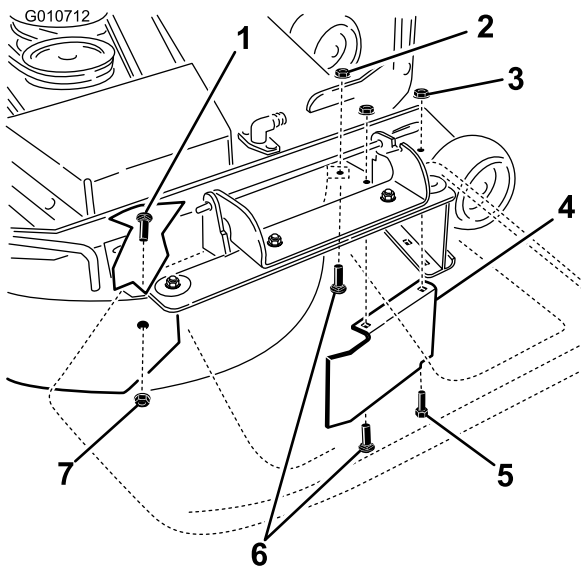

Bild 34
9. Entfernen Sie die Schlossschraube (5/16" x 3/4") und die Sicherungsmutter (5/16") an der Rückwand des Mähwerks, mit denen das Ablenkblech am Mähwerk befestigt ist (**Bild 34**).
13. Bringen Sie die Befestigungen an, die Sie vorher aus den vorderen Löchern in der Auswurfplatte und dem vorderen Loch am Mähwerk entfernt haben (**Bild 34**).